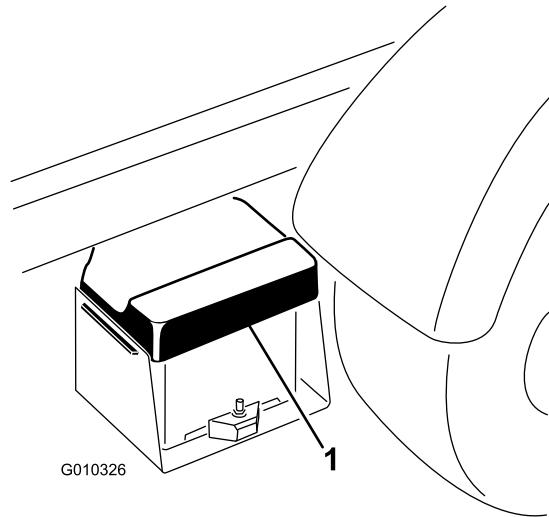

図 3
- A. バッテリーカバーを握り込んで、タブをバッテリーベースから外す図 3。
B. バッテリーベースからバッテリーを取り外す図 3。